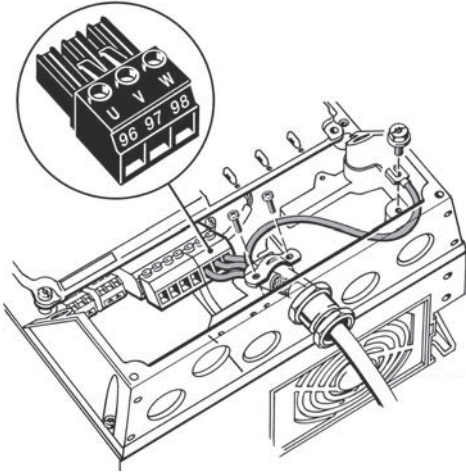

Fig. 13 Conexión de motor, A5
1. Conectar el conductor de tierra al terminal 99 (PE). Ver fig. 13.
2. Conectar los conductores de motor a los terminales 96 (U), 97 (V), 98 (W) del enchufe del motor.